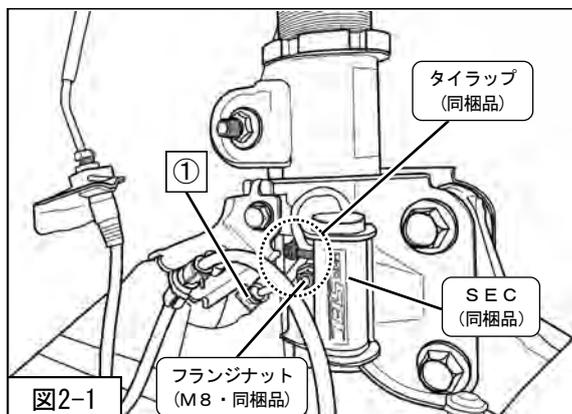

図2-1
1. フランジナット (M8・同梱品) (締付トルク : 20N・m) を使用し、SEC (同梱品) を取付けてください。(図2-1)
2. ①電気ダンパーコネクタをSEC (同梱品) に取付けてください。(図2-1)
3. タイラップ (同梱品) を使用し、ハーネスをSEC (同梱品) 本体に固定してください。(図2-1)